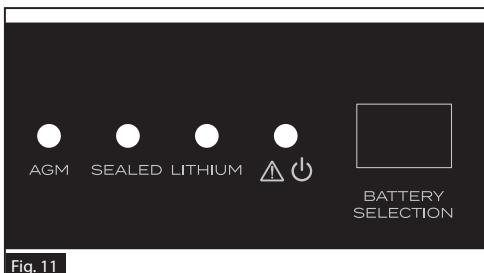

Fig. 11
8. Appuyez sur le bouton BATTERY SELECTION pour sélectionner le type de batterie approprié. (Figure 11)
9. Assurez-vous que le système est opérationnel, p. ex. que le voyant LED de chargement clignote ou s'allume en vert fixe. (Figure 11)